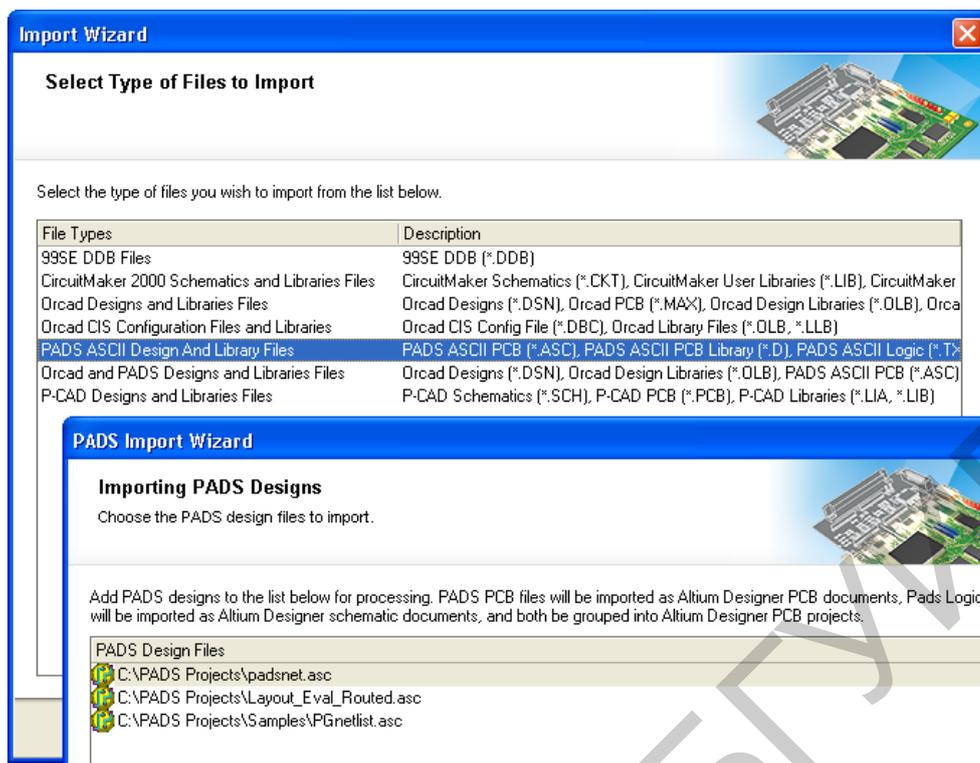

Рис. 5. Импорт проектов в Altium Designer
6. Возможности импорта. Встроенный помощник импорта проектов (рис. 5) позволяет импортировать схемы, платы, библиотеки из систем PCAD, OrCAD, PADs, DxDesigner, Allegro PCB, преобразовывая их в проекты Altium Designer. Трансляции подлежат проекты, сохраненные как в бинарной (Binary), так и в ASCII кодировке, что позволяет без проблем работать в данной системе с проектами, ранее созданными в других САПР. При трансляции библиотек сторонних программ имеется возможность сохранять их в виде баз данных, что упрощает управление библиотеками и делает более доступным электронный документооборот.